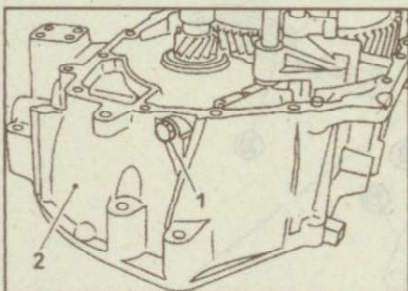

Рис. 9.44. Расположение пробки (1) на картере сцепления (2)
3. Выверните пробки и достаньте стопорные пружины, штифты, пальцы и шарики с картера сцепления (рис. 9.44).